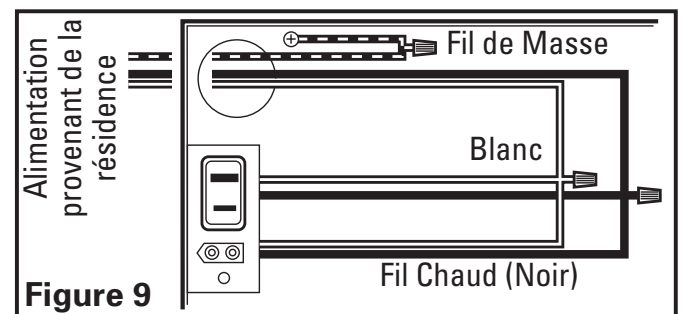

Figure 9
- 2a. Par là où vous avez accès à l'intérieur de la boîte de jonction du ventilateur, raccorder un fil Blanc provenant de la maison aux deux fils Blancs du réceptacle de la lumière et le fil Blanc du réceptacle du ventilateur d'évacuation. Raccorder le fil Noir provenant du commutateur mural aux deux fils Noir du réceptacle de la lumière et au fil Noir du réceptacle du ventilateur d'évacuation. Raccorder le fil de mise à la terre de la maison au fil Vert de la vis de mise à la terre du ventilateur (**Figure 9**). Utiliser des méthodes de raccordement approuvées pour toutes les connexions.